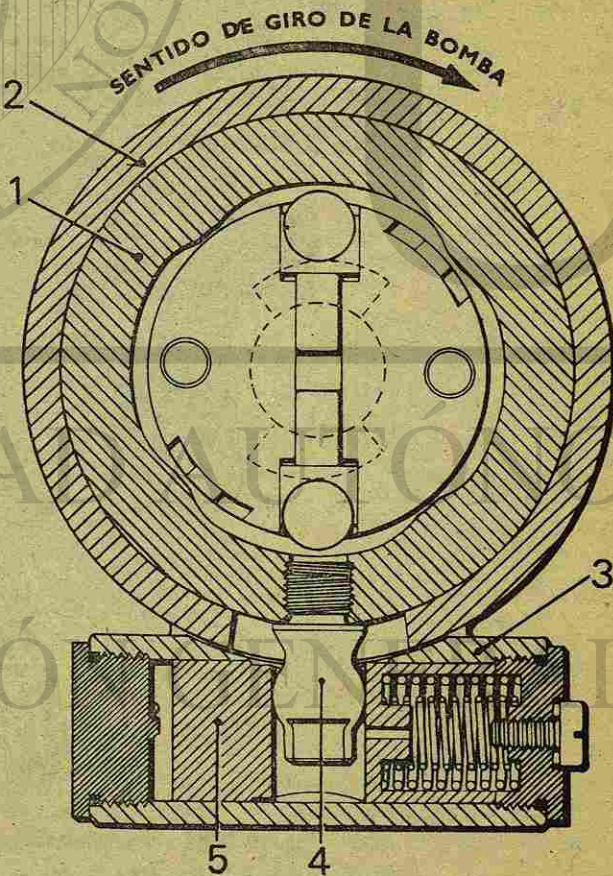

Fig. 19 Dispositivo de avance automático
Este mecanismo (Fig. 19) facilita el avance progresivo de la sincronización de la inyección, a medida que aumenta la velocidad del motor. El pistón (5), se desliza libremente dentro de un cilindro (3). El movimiento de este pistón se transmite por una palanca de avance de leva con el extremo en forma de rótula (4) al aro de levas (1), que puede moverse libremente en un arco dentro de la carcasa de la bomba (2). Un muelle, saliente del interior del pistón, tiende a mantener el conjunto en la posición de retardo total.